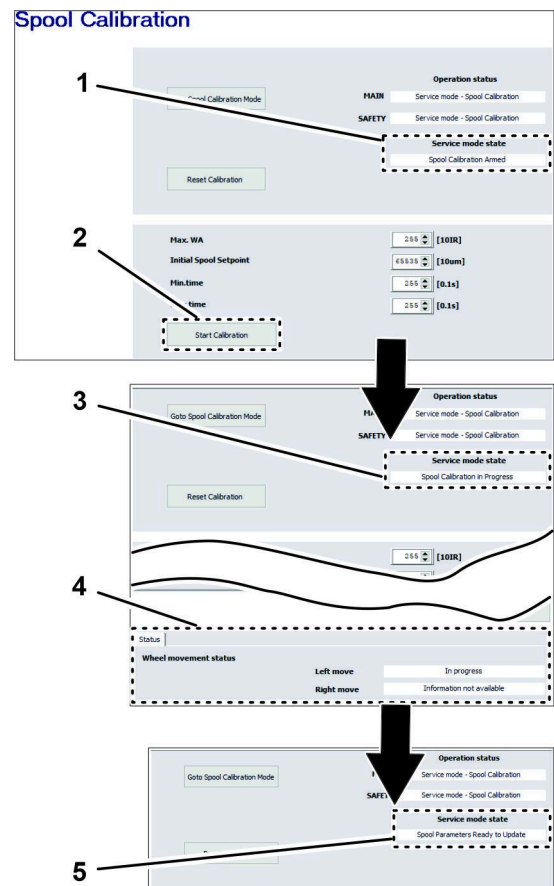

Bild 153
4. Klicken Sie auf das Symbol START CALIBRATION [Kalibrierung starten] (Bild 153).